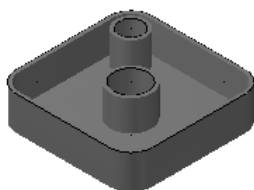

图 7.3.34 朝内
- ☒ **朝内** 单选项：用于设置朝内创建抽壳，如图 7.3.34 所示。